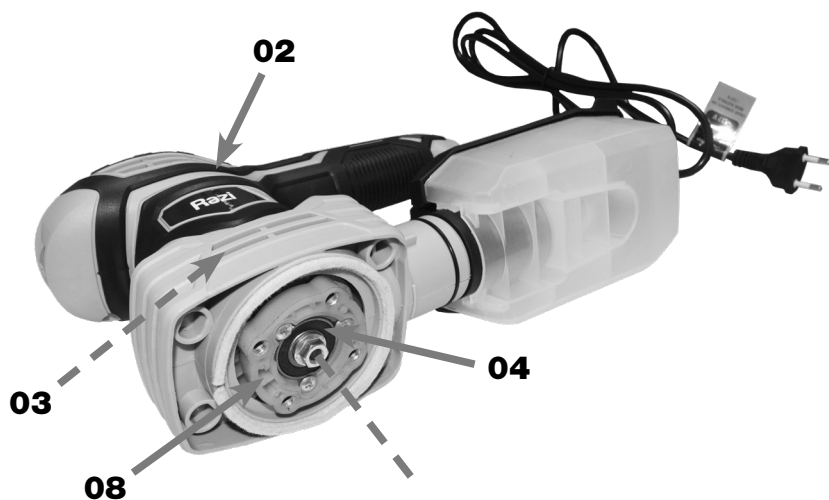

FIGURA 02 - Rolamento Excêntrico
No interior da Carcaça (02) é instalado o Motor (03) cuja ponta do eixo é acoplada ao Rolamento Excêntrico (04), alojada na Base Vibratória (08) (figura 02), responsável em fixar e gerar os movimentos alternativos de uma das Placas Bases (05) (06) ou (07).